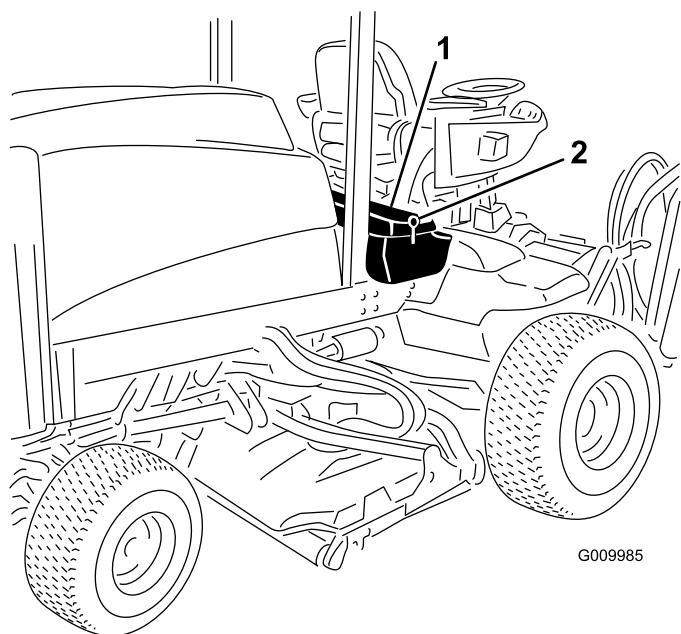
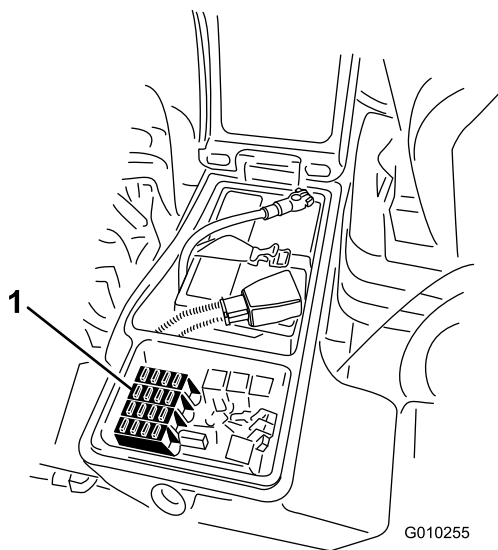

Рисунок 100
Рисунок 101
1. Ослабьте фиксацию защелки крышки правого вещевого отсека и поднимите крышку (Рисунок 100).
1. Ослабьте фиксацию защелки крышки правого вещевого отсека и поднимите крышку (Рисунок 100), чтобы получить доступ к блоку предохранителей (Рисунок 101).
2. Замените открытый плавкий предохранитель (предохранители) при необходимости (Рисунок 101).
3. Закройте крышку правого вещевого отсека и зафиксируйте ее защелкой (Рисунок 100).